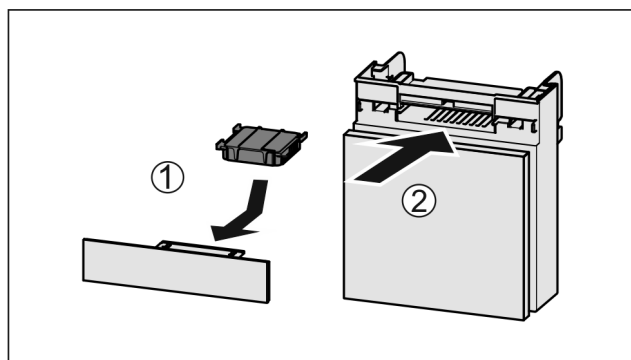

Fig. 47
- Filtr s aktivním uhlím vložte podle vyobrazení Fig. 47 (1).
- Zásuvku zasuňte Fig. 47 (2).